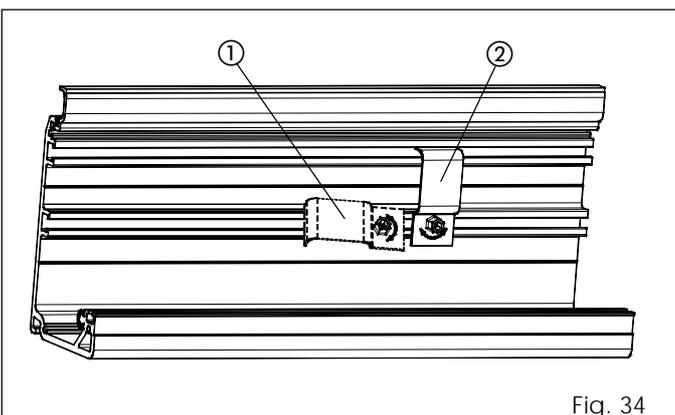

Fig. 34
Montare i passacavi in dotazione parallelamente al profilo (fig. 34 rif. ①), poi ruotarli di 90° per ottenere il bloccaggio (fig. 34 rif. ②).